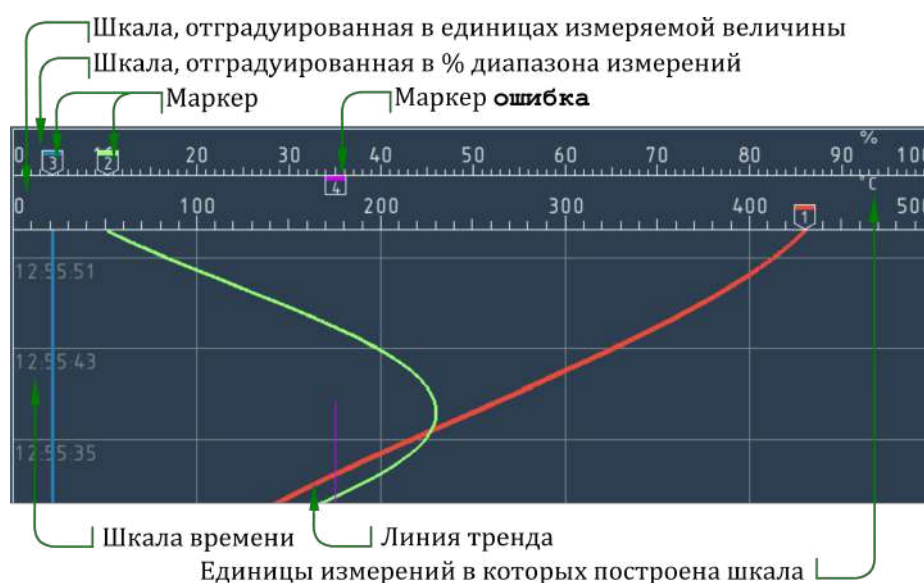

Рисунок 4.12 – окно графика (вертикальная ориентация)
- ▶ вертикально – шкала расположена над областью построения, ось времени ориентирована вертикально (см. рисунок 4.12);
Шкала может быть отградуирована (см. рисунок 4.12):
В качестве указателя текущего значения («маркера») измеряемой величины выступают "перья" (см. рисунок 4.12). На соответствие между пером и каналом указывают номер пера и его цвет. Если канал принимает значение "ошибка" перо меняет форму и перемещается к верхней кромке шкалы (см. канал 4 на рисунке 4.12).